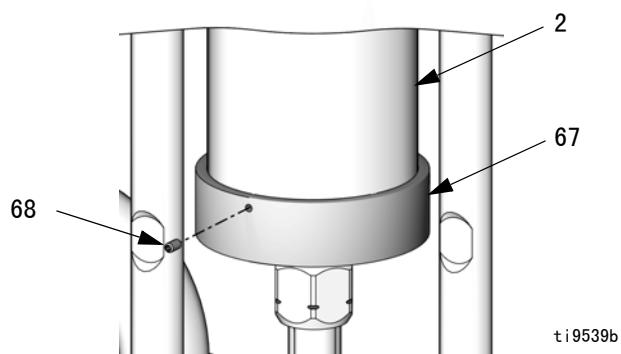

图 8. 安装收集器
7. 请参见图 8。将收集器（67）向上推至滑动缸（2）底部，以便牢牢安装。用手拧紧三个定位螺钉（68）。